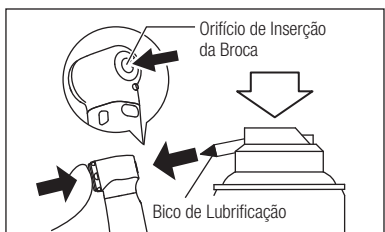

Fig. 18
- 2) Lubrifique o sistema de fixação diretamente pelo orifício de inserção da broca. (Fig.18)